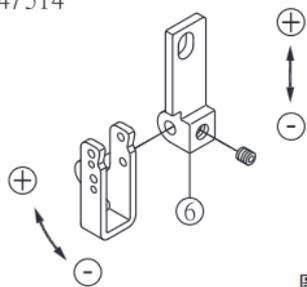
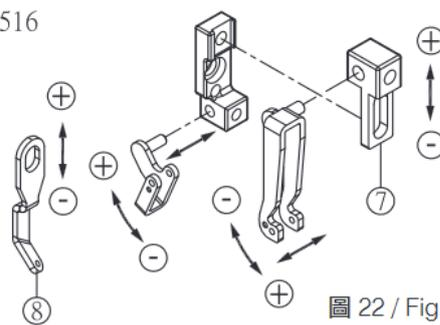

Fig. 21 / Fig. 21
Fig. 22 / Fig. 22
2. Контроль игольной нити (Рис.21/ Рис.22)
2. Замена нижнего триммера (Рис.21):